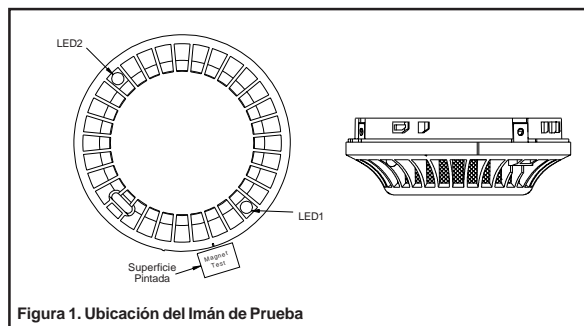

Figura 1. Ubicación del Imán de Prueba
- Pruebe el sensor situando el imán de prueba (Modelo M02-04 - opcional) al lado de la carcasa exterior a unos 2 cm de distancia del LED1 en dirección a la pequeña línea marcada en la superficie de la cabeza del detector, según se indica en la Figura 1.